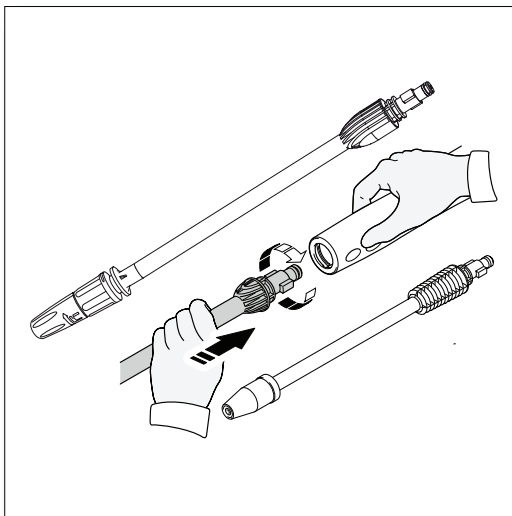

Fig. 8
- Mientras la pistola rociadora esté con seguro, presione y gire hacia la derecha la boquilla de presión alta y baja o la boquilla de presión turbo en el extremo de la pistola para insertarlos. Para quitarlos, presione y gire hacia la izquierda (Fig. 8).